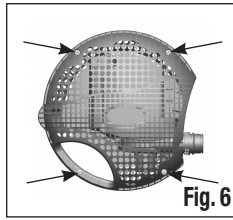

Fig. 6
- Estrarre la Pompa dal laghetto, svitare gli apposite perni a vite di fissaggio (Fig. 6) e rimuovere il semiguscio superiore. Provvedere quindi alla pulizia di tutto il sistema mediante un getto d'acqua.
Estrarre la Pompa dal laghetto, svitare gli appositi perni a vite di fissaggio (vedi Fig. 6) e rimuovere il semiguscio superiore. Per pulire la magneto-girante, il pozzetto e la voluta procedere come segue a seconda del modello: